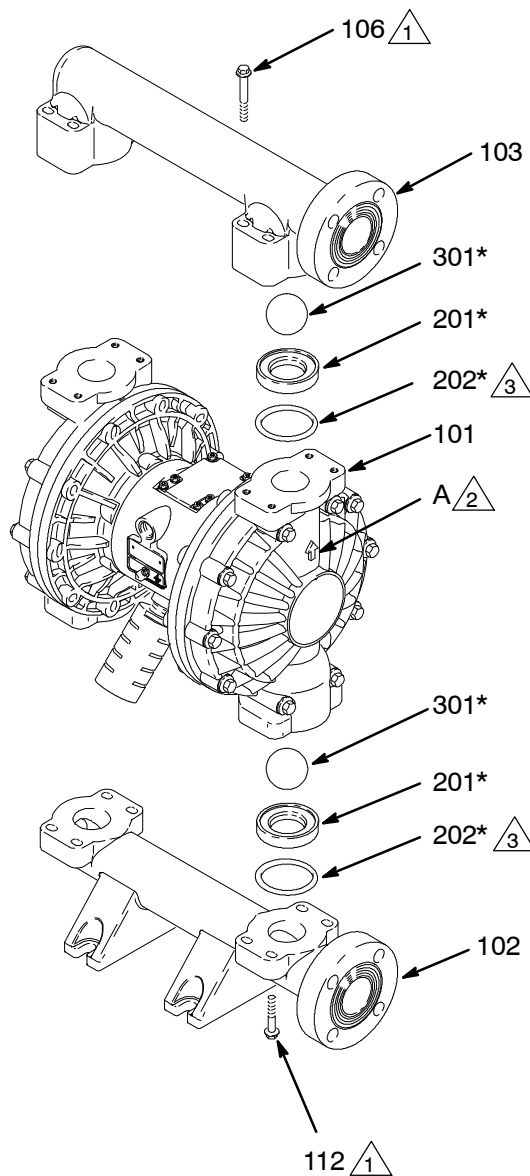

Fig. 11
3. Utilizando uma chave de tubo de 10 mm, remova os oito parafusos (106) segurando o coletor de saída (103) para as tampas de líquidos (101). Ver Fig. 11.
4. Remover os encaixes (201), as esferas (301), as juntas tóricas (202) do coletor.
2. Volte a montar na ordem inversa, seguindo todas as notas na Fig. 11. Assegure-se de que as esferas de verificação são montadas **exatamente** como mostrado. A setas (A) nas tampas do líquido (101) têm de apontar para o coletor de saída (103).
- 2 Seta (A) tem de apontar para coletor de saída (103).